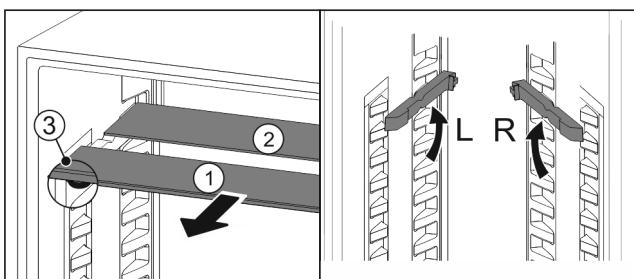

Fig. 121
- Издърпайте Fig. 121 (1) поотделно стъклените площи напред.
- Стъклената плоча Fig. 121 (1) с декоративната лайстна е отпред.
- Ограничителите Fig. 121 (3) сочат надолу.